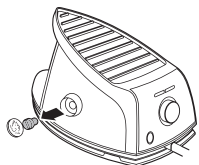

FIG.3
8. Revissez le bouchon puis remplacez la protection par-dessus. (Fig. 3 et 2)